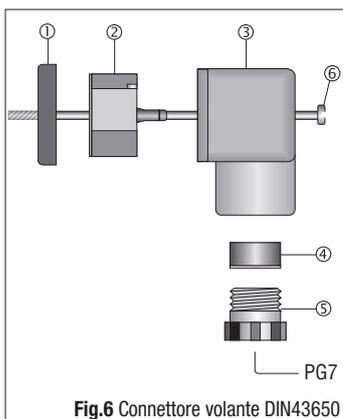

Fig.6 Connettore volante DIN43650
Per procedere con la connessione elettrica, aprire il connettore sfilando la vite (6) come riportato nella fig.6: